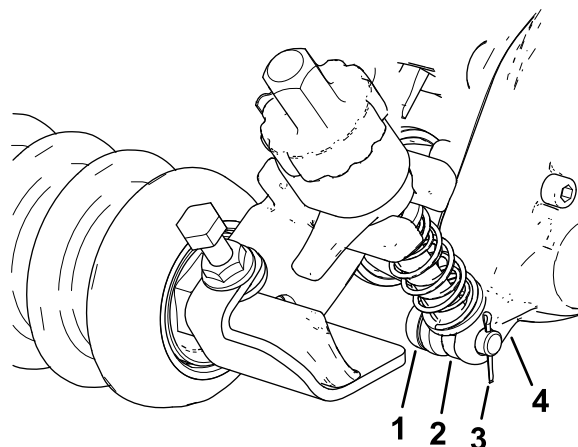

Figure 12
2. Sur le boîtier d'entraînement du groomer, glissez la tige du bras de réglage du support de hauteur de coupe dans l'espace existant et fixez-la avec une goupille de réglage et une goupille fendue, comme montré à la Figure 12.